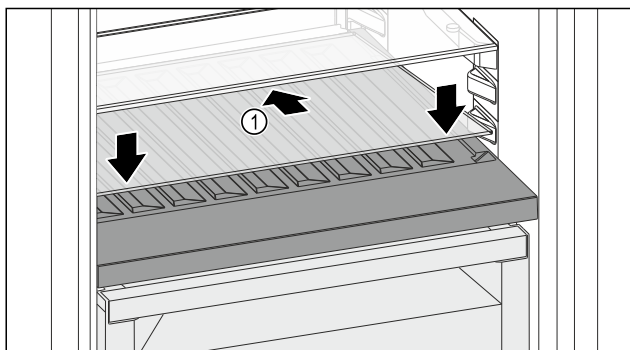

Fig. 214
- Vendosni pllakën e xhamit Fig. 214 (1) pjerrtas, dhe të anuar për poshtë në pjesën prapa.
- Ulni poshtë pllakën e xhamit Fig. 214 (1) përpara.